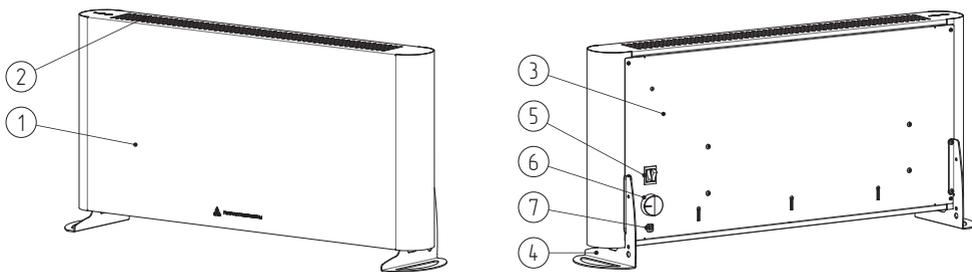

Рисунок 1.
5.1. Конвектор (см. рис. 1, 2) представляет собой металлический корпус, состоящий из передней панели (1) и задней панели (3), внутри которого на шасси расположен электронагревательный элемент (на чертеже не показан). На корпус устанавливаются опоры (4). На задней поверхности корпуса расположены рокерные переключатели с подсветкой (5) и ручка термостата (6).